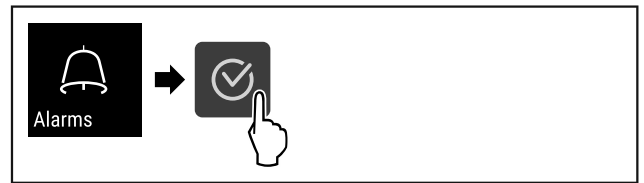

Fig. 97
- Seguir los pasos de procedimiento (consulte Fig. 97) .
- ▶ Seguir los pasos de procedimiento (consulte Fig. 97) .